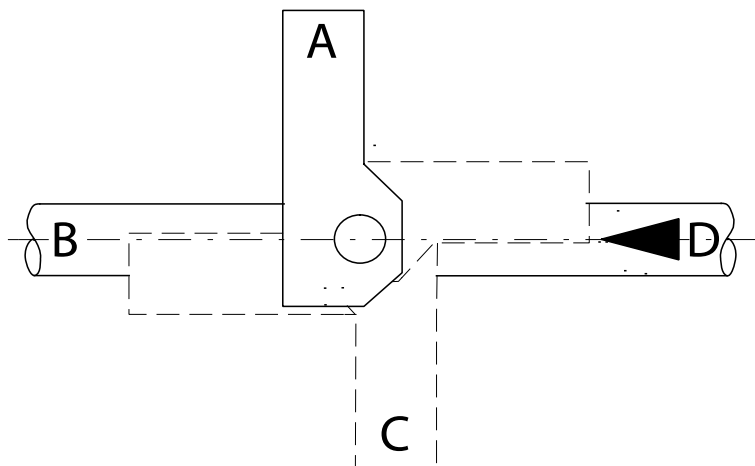

Fig. 5-11 Posição de montagem do atuador
5. Monte o atuador com a abraçadeira na posição desejada (A, B, C ou D) (→ Fig. 5-11) no veio do corpo da válvula de borboleta. Fixe a unidade com os parafusos (→ Fig. 5-10/6).